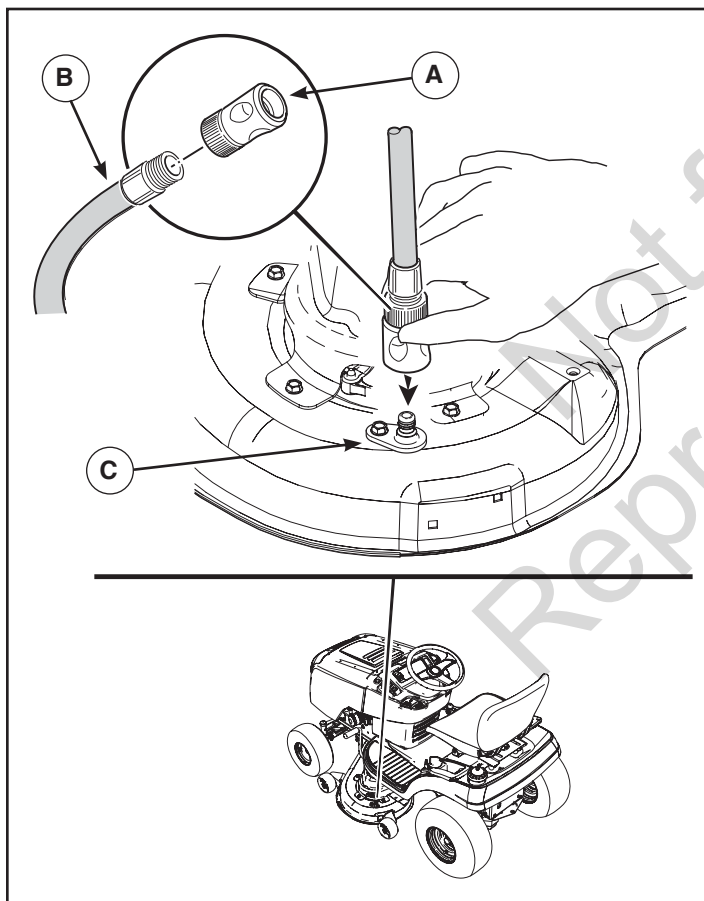

Figura 13
2. Ensamble el desconector rápido (A, Figura 13) a una manguera del jardín (B) y conéctelo al puerto de deslave (C) en la plataforma del cortacésped.